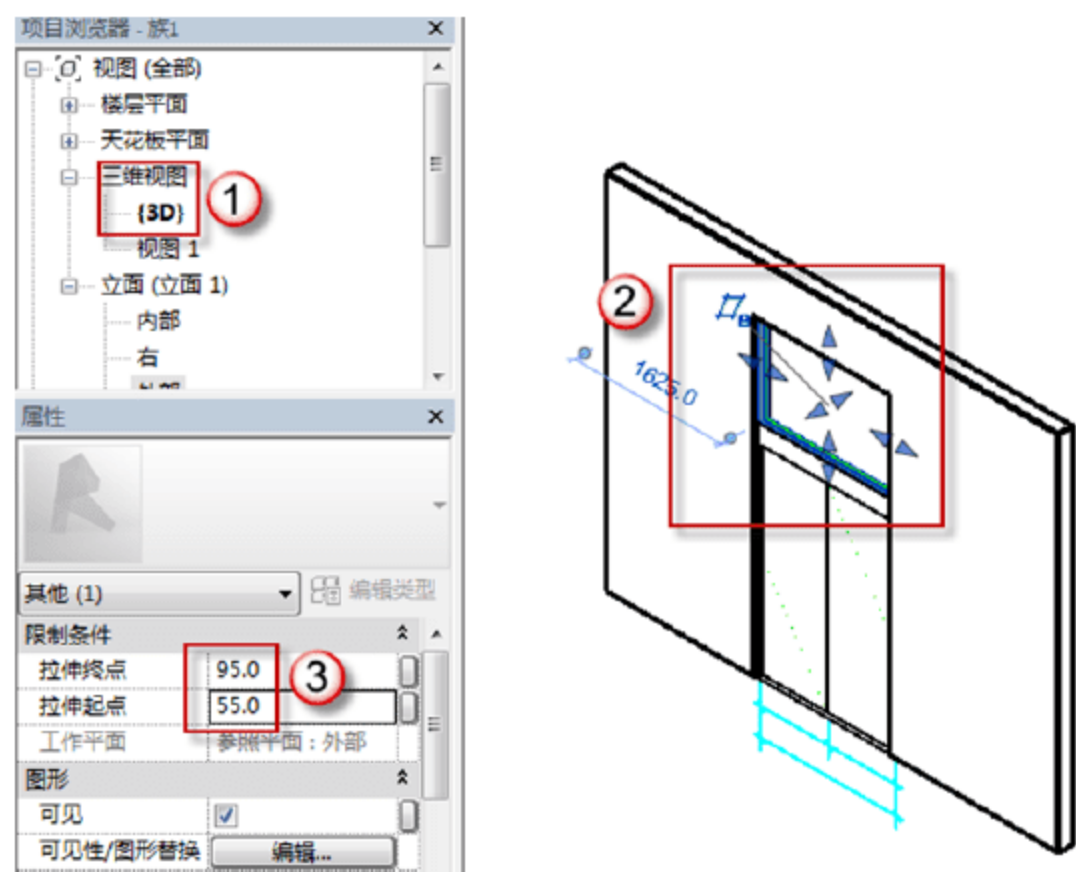

图 6.2.21 FM1534 乙上部窗窗框的位置及厚度
(19) 修改 FM1534 乙上部窗窗框的位置及厚度。选择“项目浏览器”中的“立面(立面1)”→“{3D}”选项,可以进入 FM1534 乙上部窗窗框的 3D 视图,选择绘制好的窗框,打开“属性”面板,在“拉伸终点”中输入“95”字样,在“拉伸起点”中输入“55”字样,如图 6.2.21 所示。